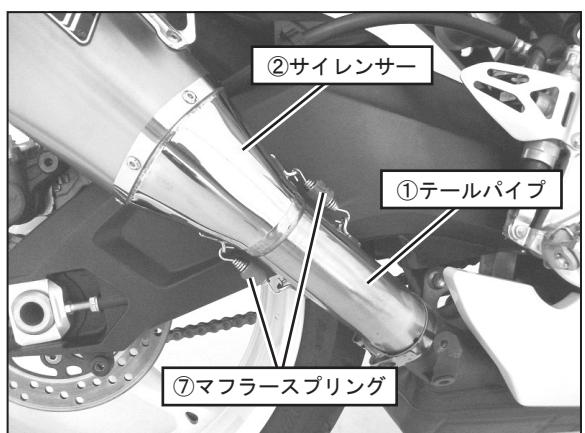

FIG. 4
- ①テールパイプに②サイレンサーを差し込み、スプリング取付工具を使用して⑦マフラー スプリングを取り付けて下さい。 (FIG. 4 参照)